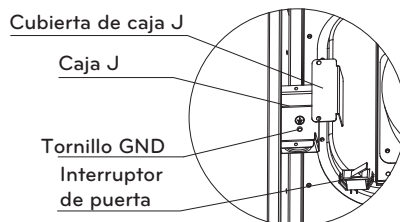

Fig. 9-1 Caja J
1. Retire y guarde los dos tornillos que sujetan la J-Box. (Véase la Fig. 9-1.)
Caja eléctrica suministrada en campo en el soporte de la caja J del horno Ver Fig. 9-1.
Cuadro eléctrico en el lado de la carcasa del horno. Ver Fig. 9-1 y Fig. 9-3.
4. Retire y guarde los dos tornillos que sujetan la J-Box. (Véase la Fig. 9-1.)